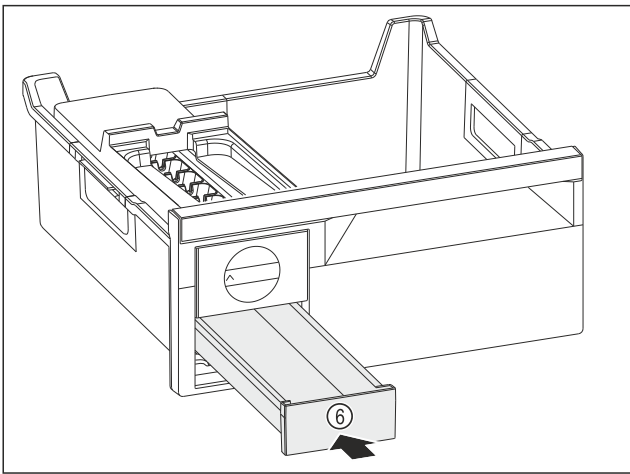

Fig. 101
- Spingere verso l'interno il cassetto del ghiaccio Fig. 101 (6).